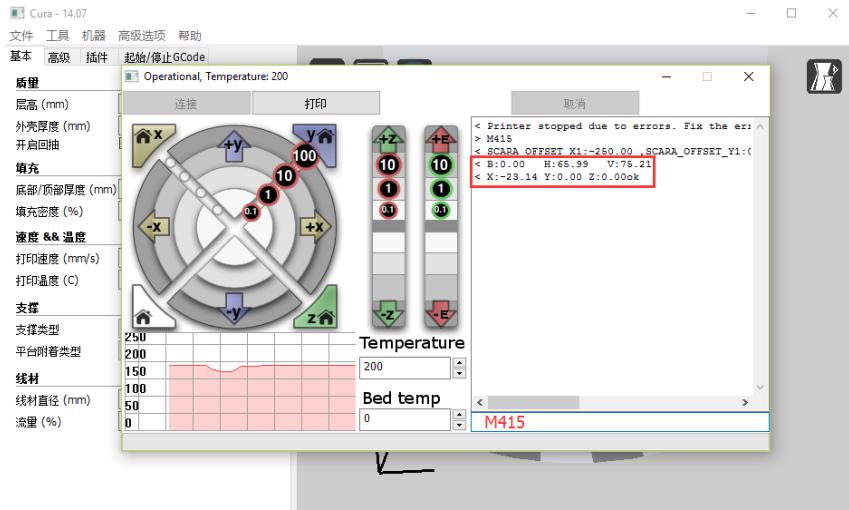

图 5.148 输入 M415 命令
2. 在“Operational”界面右下方输入“M415”命令，保存打印坐标，如图 5.148 所示。